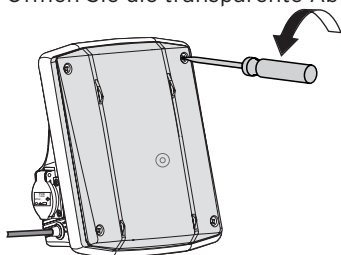

Abb. 13
- 5.1.1 Öffnen Sie die transparente Abdeckung mit einem Schraubendreher (Abb. 13).